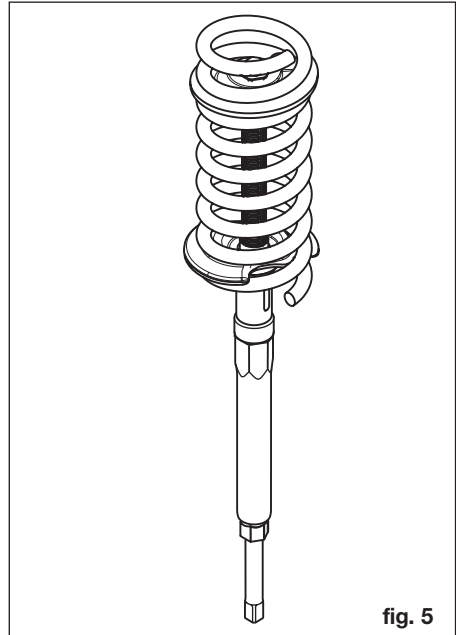

fig. 5
- Manipulez l'entraînement avec la clé tubulaire (6) et le cliquet réversible (8) (**figure 5**).
- Lors de la démontage du ressort des montures/protections en caoutchouc, contre-appuyez à l'aide de la clé tubulaire (7) (**figure 5**) afin d'éviter que la coupelle tourne/se torde.